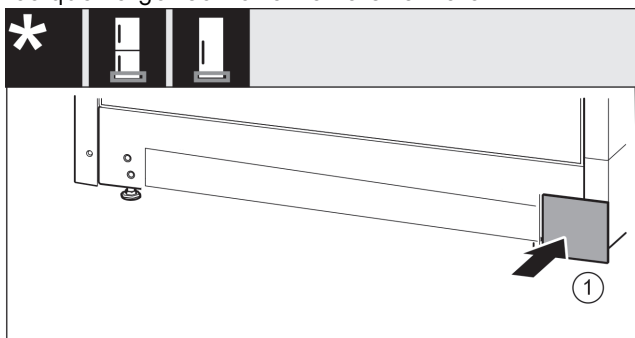

Fig. 40
- Remettre le cache Fig. 40 (1) en place de l'autre côté.